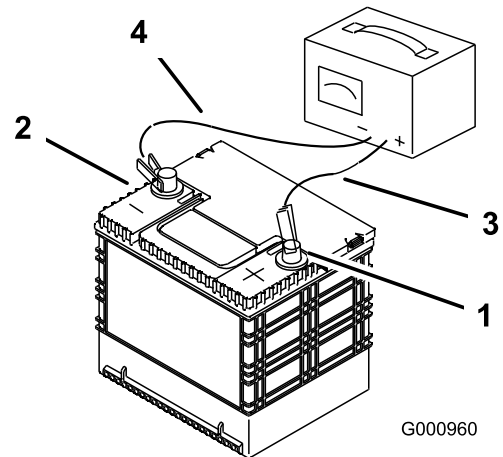

Figure 56
3. Quand la batterie est chargée au maximum, débranchez le chargeur de la prise, puis débranchez les fils du chargeur des bornes de la batterie (Figure 56).